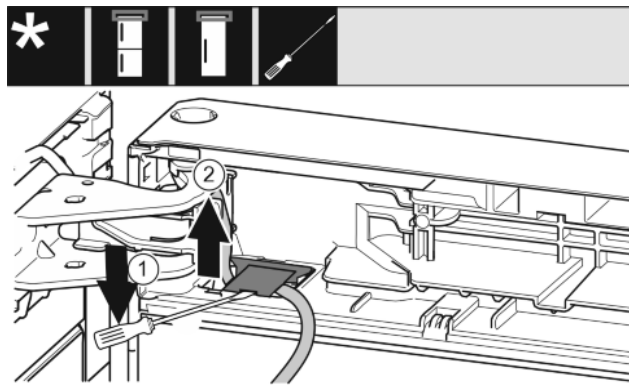

Fig. 17
- S ploščatim izvijačem dvignite pokrov in ga izvlecite. Fig. 17 (1)
- Izvlecite kabel. Fig. 17 (2)